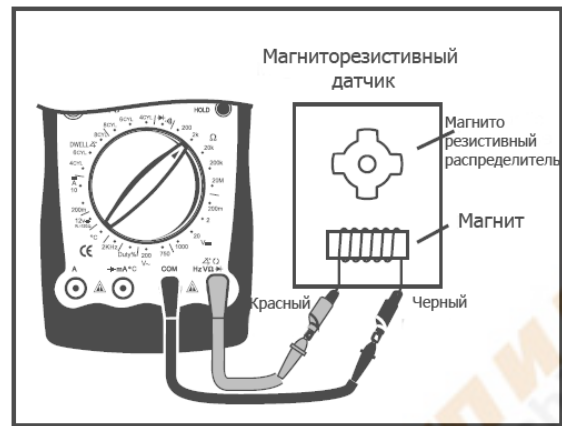

Рис. 13
4. Тестирование магниторезистивного датчика (См. рис. 13)